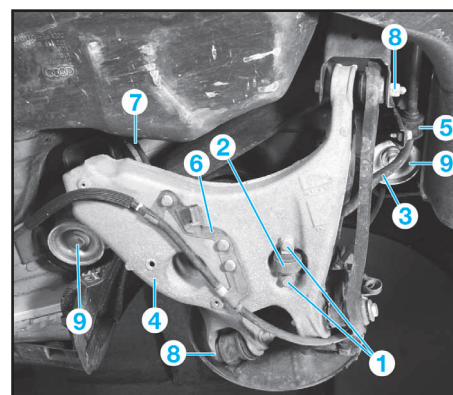

Fig.26
- les vis de fixation (1) de la biellette (2) de barre stabilisatrice (3) sur le bras inférieur (4) et sur la barre stabilisatrice (Fig.26).
- la biellette (2) de barre stabilisatrice.
- les vis de fixation des paliers (5) sur l'essieu.
- le support de câble (6) de frein à main et le dégager du bras inférieur (Fig.26).
- la vis excentrique (7) avant de bras inférieur sur le berceau après avoir repéré sa position.
Déposer les vis de fixation (9) (côté droit représenté) de l'essieu et le déposer (Fig.26).